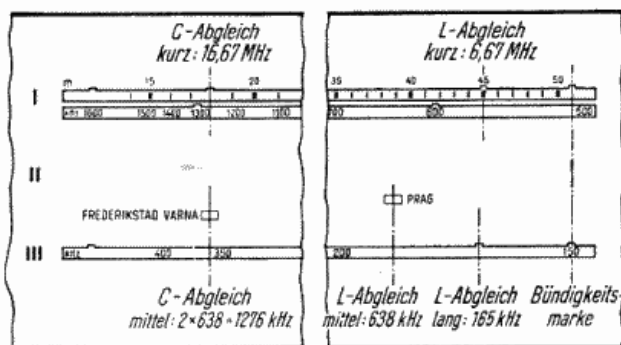

Bild 1
Diese Bündigkeitseinstellung ist nur bei ausgebautem Chassis möglich. Außerdem muß der Zeiger auf der Bündigkeitsmarke der Skala (Bild 1) stehen. Eine Hilfsgittervorspannung  $-1,5\text{ V}$  ist, wie unter Absatz „Allgemeines“ angegeben, anzulegen. Die Antenne des Prüfsenders ist über einen Widerstand von  $100\text{ }\Omega$  an der Antennenbuchse anzuschließen.
5. L-Oszillatorkreis } bei  $45\text{ m}$   $6,67\text{ MHz}$  (Bild 1)
8. L-Oszillatorkreis } bei  $638\text{ kHz}$  (Bild 1)
10. C-Oszillatorkreis } bei  $1276\text{ kHz}$ . Prüfsender bleibt auf  $638\text{ kHz}$ ;  $1276\text{ kHz}$  ist Oberwelle (Bild 1)
12. L-Oszillatorkreis } bei  $165\text{ kHz}$  (Bild 1)